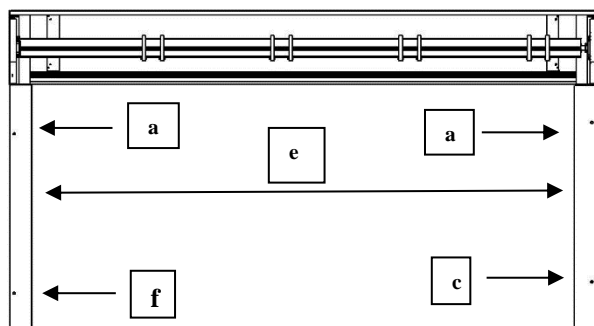

Figure 1
- Percer les fixations du haut sur les coulisses de gauche et de droite, les fixer et les caler si besoin (*Figure 1*)
- Vérifier l'aplomb latéral de la coulisse de droite (*Figure 1*) et le repérer par traçage
- Vérifier le parallélisme des coulisses (*Figure 1*) et le repérer par traçage